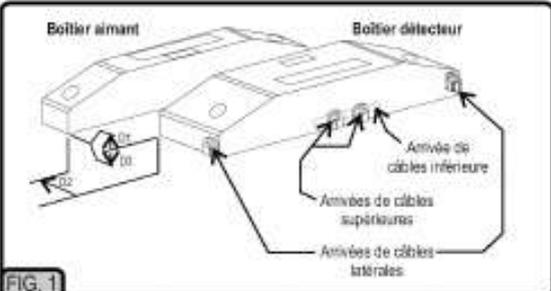

FIG. 1
- D1, D2 et D3 sont les 3 directions de déplacement de l'aimant par rapport au détecteur (voir fig 1). Les valeurs dans les directions 2 et 3 sont prises avec un écartement dans la direction 1 de 5 mm.